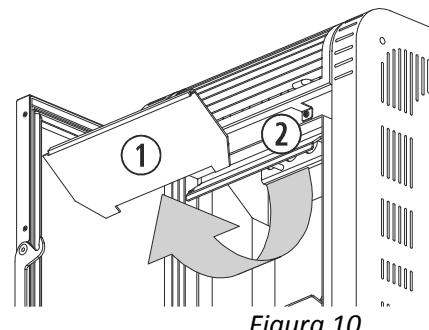

Figura 10
Nei modelli *Moon* (figura 10) e *Basic*, si deve realizzare un'operazione di pulizia totale dello scambiatore di calore (②), quest'operazione dovrà essere eseguita settimanalmente. Per avere un miglior accesso allo scambiatore e poter pulirlo di forma esaustiva, nel modelli *Moon* e *Basic* dobbiamo spingere verso l'alto la placca superiore del focolare (①), fino a disinnestare i pannelli che la fissano alla placca centrale e tirarla. Al termine, collociamoci di nuovo la placca superiore assicurandoci che i piedini rimangano correttamente incorporati.
(1)	Scambiatore di calore.
(2)	Placca superiore del focolare.